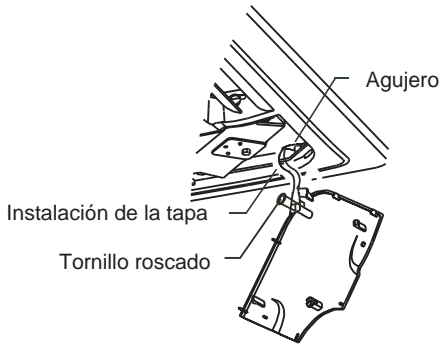

Fig.4-20
- 1) Fije la tapa de la esquina con el tornillo. (vea la Fig.4-20)